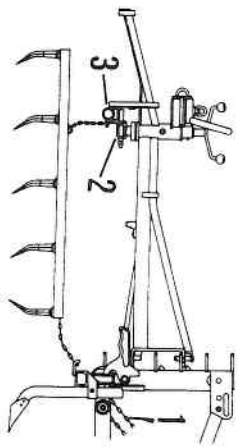

Abb. 36
- a) Keine Belastung (Abb. 36)